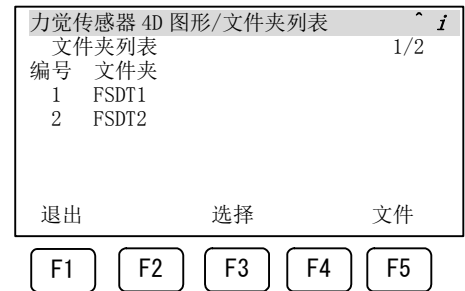

图 9.2 (b) 文件夹列表画面
在上述设备中指定力觉数据文件所在的文件夹名。若按下 F4（文件夹），则会如图 9.2(b)那样按照名称的升序显示设备中保存的文件夹的列表。若将光标指向所需项按下 F3（选择），则会返回图 9.2(a)的画面，文件夹名会被自动改写。也可以直接输入/变更文件夹名。
- 能够在图 9.2(b)的画面显示的文件夹数最多为 100 个。文件夹数超过 100 个时、或文件夹一个也没有时，会发生报警（FORC-455 或者 FORC-459）。
请指定上述文件夹中的力觉数据文件名。若按下 F5（文件），则会如图 9.2(c)那样按照名称的降序显示文件夹中保存的扩展名为 DT 的文件列表。“力觉数据日志功能”下生成的力觉数据文件，其新文件的名称中所包含的数字将会增大，因而是此顺序。若将光标指向所需项按下 F3（选择），则会返回图 9.2(a)的画面，数据文件名会被自动改写。也可以直接输入/变更文件名。（请去掉扩展名.DT）